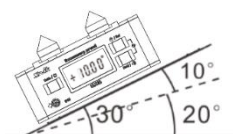

Рисунок 7
3. Поместите прибор на плоскость, расположенную под углом 30° к горизонтали. « 10° » отображаемые на дисплее показывают положение прибора относительно базовой плоскости, расположенной под углом 20° к горизонтали (рис.7).